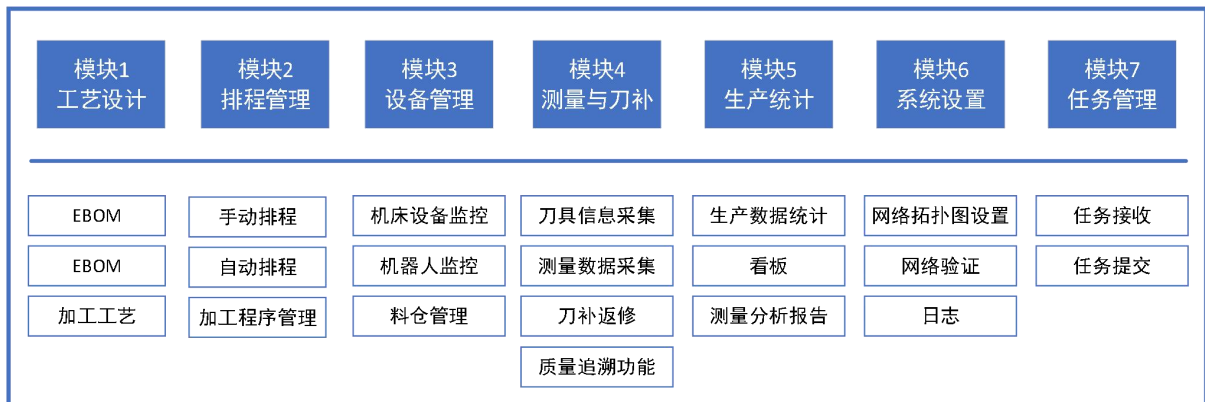

图 1 智能制造单元管控软件功能模块示意图
4. 智能制造单元管控软件应该具备有以下 7 个功能模块，见图 1。